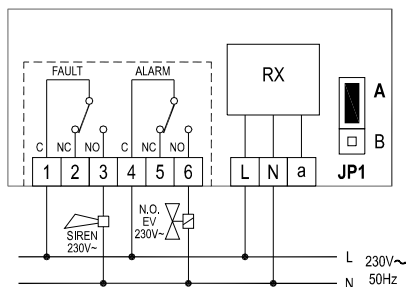
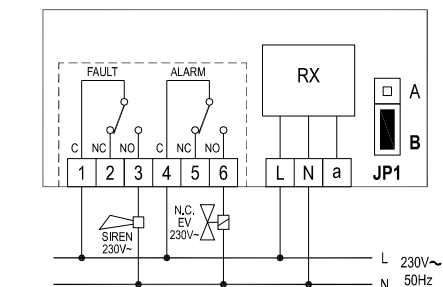

Fig. 9
Fig. 11
Logica inversă permite existența unui sistem cu siguranță pozitivă, adică în eventualitatea unei întreruperi a alimentării electrice sau a unei defecțiuni a receptorului, ieșirea releului de alarmă preia starea de alarmă. În acest caz, este necesar să se conecteze o electrovalvă de tip N.C. la borna de ieșire 6 (NO), deoarece inversarea logicii de operare se face prin jumper JP1 (vezi schema de legatură din Fig.11 sau 12).
- Efectuați legăturile electrice conform schemei de legatură din Fig. 9, 10, 11 sau 12 și paragraful "Legături electrice".
Dispozitivul poate fi alimentat la 230V ~ sau la 24V~. Bornele L și N alimentează Receiverul și sunt conectate la tensiunea de rețea 230V ~ cu Nul-ul de la borna N. Altfel, conectați la bornele a și N ptr alimentarea receptorului de 24V~. Terminalele 1, 2 și 3 sunt contacte, fără tensiune, tip SPDT ale releului aferent ieșirii de Avarie (FAULT). Terminalele 4, 5 și 6 sunt contacte, fără tensiune, tip SPDT ale releului aferent ieșirii de Alarmă (ALARM). În exemplele din Fig. 9 și 10 este arătat cum se conectează o electrovalvă normal deschisă (NO), care va fi alimentată atunci când ieșirea "alarmă" este activată, adică când detectorul transmite receptorului comanda "alarmă" folosind contactul NO. al rele-ului setat cu logică directă (jumper JP1 poziționat în A). În exemplele din Fig.11 și 12, este ilustrat modul de conectare a unei electrovalve normal închise (NC), care, în absența unei condiții de alarmă din partea detectorului-emițător, va fi întotdeauna alimentată. Se utilizează contactul NO. al releului "alarmă" care, totuși, este setat cu logică inversată (jumper JP1 poziționat în B). Când detectorul transmite receptorului comanda "alarmă", ieșirea "alarmă" întrerupe alimentarea cu energie electrică a electrovalvei. În toate ex. din Fig 9, 10, 11 și 12, este vizibil cum să conectați un semnalizator acustic la ieșirea "Avarie" (Fault). Ieșirile, bornele de la 1 la 6, sunt fără tensiune și izolate cu izolație dublă față de restul receptorului. Este posibil, deci, să alimentați receptorul la joasă tensiune SELV (24V) și, în același timp, să acționați o sarcină la tensiune mare (230VAc).